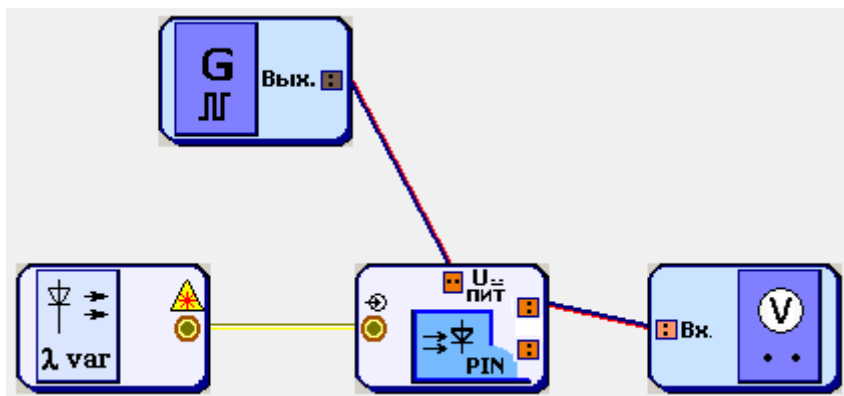

Рис. 7.12. Схема исследования ВАХ ФД.
Схема исследования представлены на рис. 7.12.
1. Соберите схему, показанную на рис. 7.12.